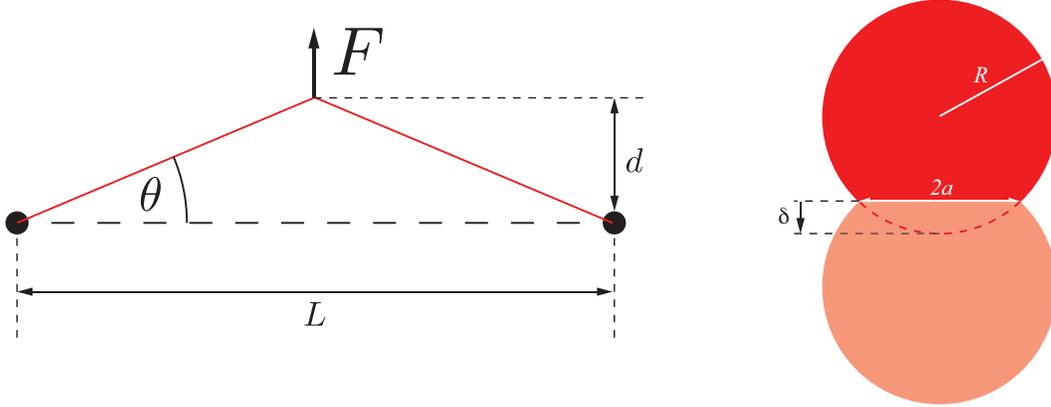

Figure 1: Izquierda: Cuerda tensada. Derecha: Contacto de hertz para un cilindro.
b) Cuando la cuerda se desplaza desde el centro una distancia d y perpendicular a su dirección longitudinal (ver Fig. 1) vea que se debe satisfacer la ecuación de equilibrio
c) Notar que según (1) la nota en una cuerda se puede conseguir con un esfuerzo dado no importando el valor de su diámetro, es decir su sección A . Por otra parte si para una nota dada aumentamos demasiado la sección será muy difícil pulsarla porque esto requerirá mucha fuerza según (2). Por otra parte si la sección es muy pequeña una fuerza originará un gran desplazamiento y tocamos otras cuerdas de la guitarra lo cual tampoco es deseado. Si suponemos que pulsamos con nuestro dedo con una fuerza no mayor a $F \approx 500$ grs. y deseamos desplazar lo máximo posible sin tocar otras cuerdas, es decir $d \approx 1$ cm (distancia típica entre cuerdas de una guitarra), estime el radio que debiera tener una cuerda. Utilice los mismos datos de los Apuntes para una cuerda de Nylon ($f = 300$ Hz, $L = 70$ cm, $\rho = 1.1 \times 10^3$ kg/m³)
d) Estrictamente la tensión de la cuerda en (2) es la tensión en el estado de equilibrio mostrado en Fig. 1. Esta tensión es distinta de la que existe cuando la cuerda está horizontal, y que llamaremos $T_0 = EA\epsilon_0$, debido a la deformación extra que se aplica al desplazar fuera de la línea horizontal. Demuestre que
3.- Contacto de Hertz Para un cilindro de largo L y radio R en contacto con otro cilindro se observa una zona de contacto plana caracterizada por una distancia a (ver Fig. 1). Estime la fuerza para comprimir los dos cilindros y demuestre que en este caso se cumple la ley de Hooke.